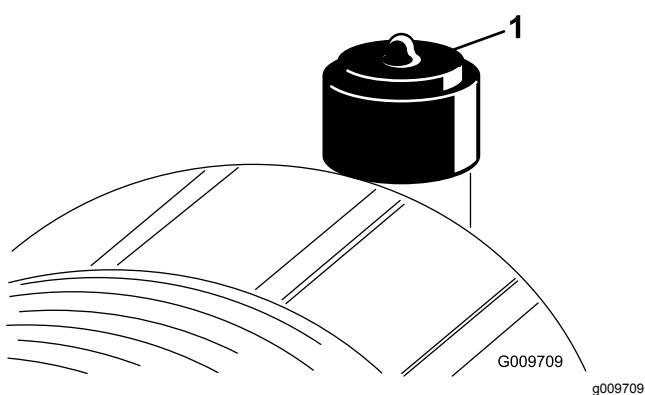

Figura 73
Faça a manutenção ao filtro de ar apenas quando o indicador de manutenção (Figura 73) o exigir. Mudar o filtro de ar antes de ser necessário apenas aumenta a possibilidade de entrar sujidade no motor quando se retira o filtro.
2. Reinicie o indicador (Figura 73) se este se apresentar vermelho.